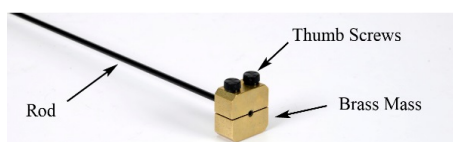

Figura 14.3: Masa del péndulo.
5. Utilizar los dos tornillos para fijar la masa del péndulo a la barra como se muestra en la figura 14.3. Más adelante en el experimento, la masa estará localizada en varios radios, pero ahora se deberá colocar el fondo de la misma al tope con el extremo de la barra.